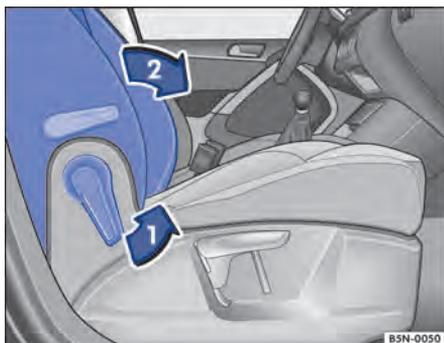

Fig. 83 Asiento del acompañante: abatir el respaldo del asiento hacia delante.
- Desbloquee el respaldo del asiento del acompañante en el sentido de la flecha → fig. 83 ①.
- Abata el respaldo del asiento del acompañante hacia delante, en el sentido de la flecha ②, hasta que quede en posición horizontal.